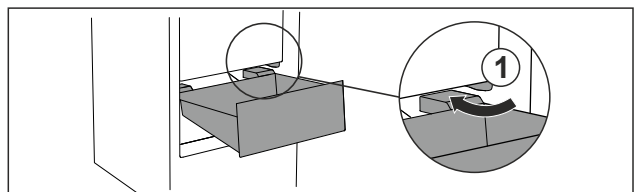

Fig. 31
- ▶ Обойдите стопор Fig. 31 (1) выдвижного ящика под наклоном.